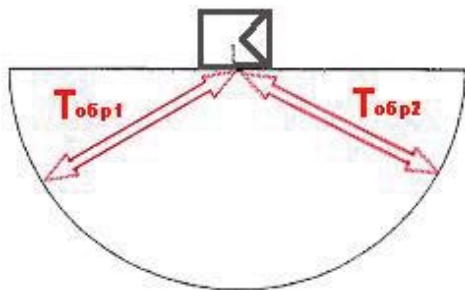

Рис. 3-12 Путь УЗ луча в образце СО-3
5. В то же время, происходит отражение сигнала внутри образца и колебания начинают двигаться по пути  $T_{обр2}$ , достигают дна, отражаются, вновь доходят до точки ввода по пути  $T_{обр2}$  (рис. 3-12).